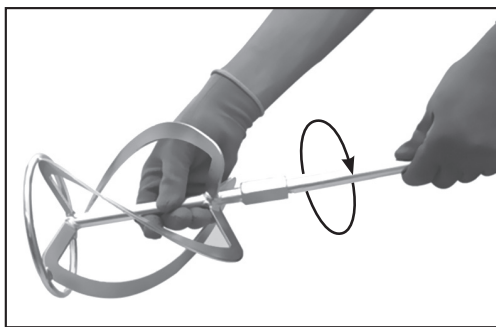

Fig. 1 - FIJACIÓN DEL BATIDOR EN LA VARILLA
1. Enrosque el batidor en el extremo de la varilla (Fig. 1).